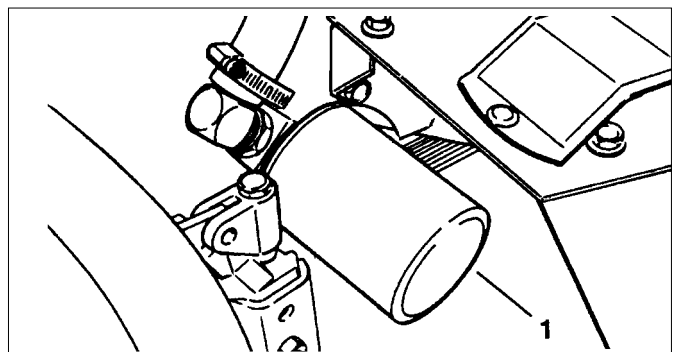

Fig. 30
2. Hvis kun filteret skal udskiftes, fjern dækslet på beholderen og sæt beholderproppen i (Fig. 30) for at blokere udløbet.